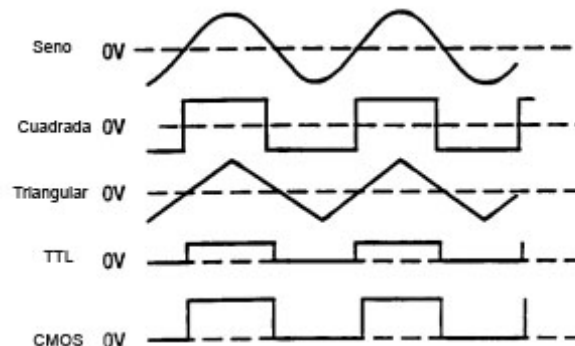

Figura 2. Formas de onda de salida y
1. Inicialmente, verifique los switches DUTY CYCLE (2), CMOS LEVEL(3), DC OFFSET(4), 20dB (5), SWEEP EXT/INT (22) y AM/FM (35) estén desactivados. Esto producirá una onda simétrica no afectada por el generador de barrido y otros controles.
2. Enchufe la unidad en una fuente de energía apropiada y enciéndalo oprimiendo el switch POWER (1)
3. Seleccione la onda de forma deseada (SINE, SQUARE, TRIANGLE) oprimiendo uno de los switches de FUNCTION (9). Sus relaciones de fase se muestran en la figura 2.
4. Seleccione la frecuencia de la onda de forma oprimiendo uno de los switches RANGE (6). La frecuencia de salida se mostrará, junto con las unidades de medida apropiadas, KHz, o Hz (31), en el LED indicador.
5. Gire el control COARSE (28) para fijar la frecuencia de salida rápidamente al valor deseado aproximado. El control FINE (26) puede usarse ahora para fijar el valor exacto en el jack OUTPUT (13). En adición, una señal digital, sea TTL o CMOS esta disponible en el jack TTL/CMOS (15) (refiérase a la sección "TTL/CMOS OUTPUT" de este manual)